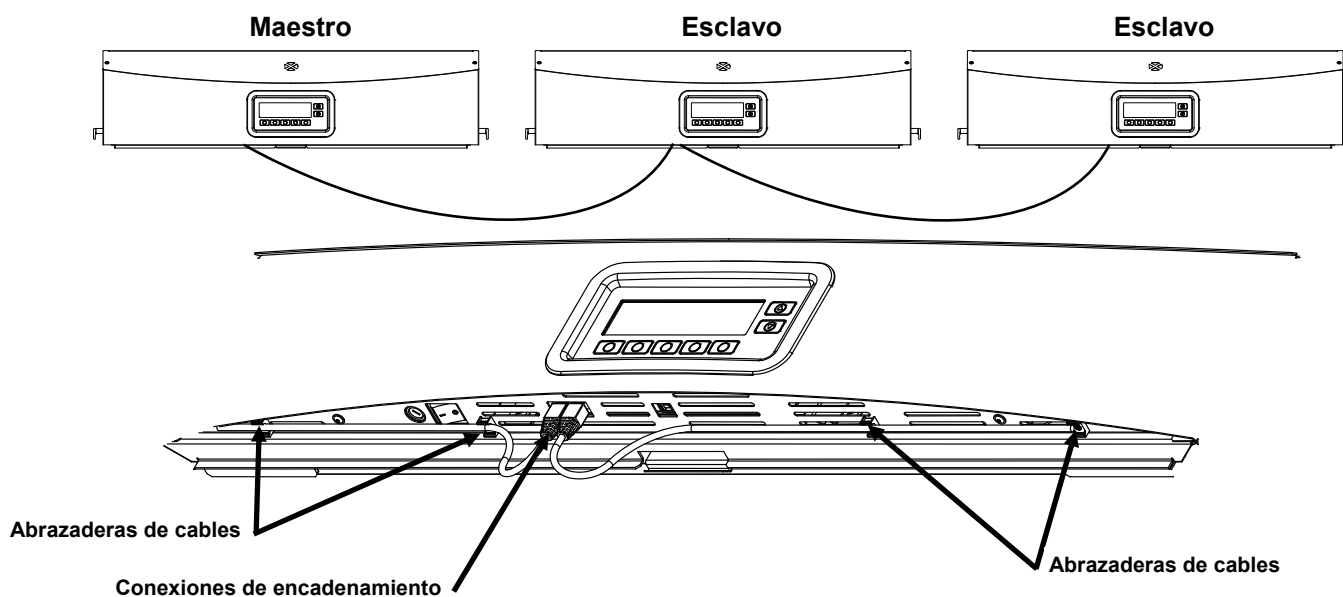

Figura 11. Luminaria y la conexión de encadenamiento
9. Conecte los cables de encadenamiento de cada luminaria en la parte delantera. Utilice las abrazaderas para sujetar los cables en su lugar. Consulte la Figura 11.